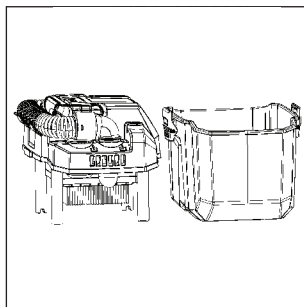
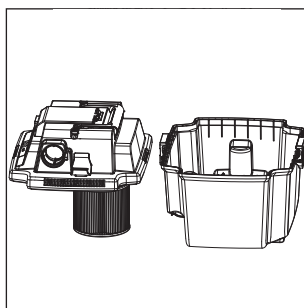

Рис. 21
Рис. 23
- Снимите корпус электродвигателя с бака пылесоса (DAVC 1012Li рис. 21, DAVC 1621Li рис. 23).